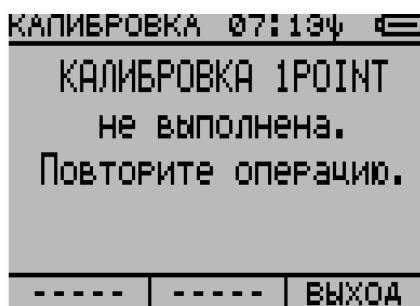

Рисунок 2.74
8) Если процедура калибровки не будет выполнена успешно, то на экране дисплея появится следующее сообщение: «**КАЛИБРОВКА 1POINT не выполнена. Повторите операцию.**» (рисунок 2.74). Проверить настройки, повторить процедуру сначала.